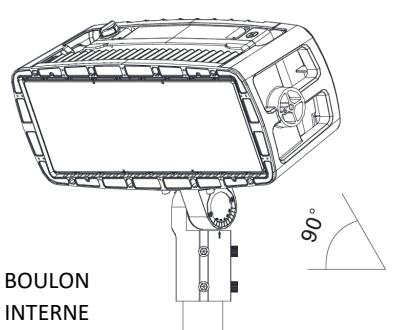

Fig. 7
- b. Il est possible de tourner la glissière sur 90° dans chaque direction (figure 7).